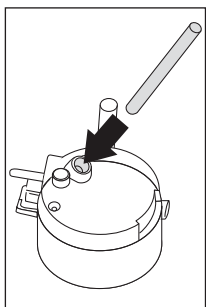

Fig. 31
- S'assurer que le tuyau d'arrivée est correctement inséré dans la rondelle en caoutchouc (Fig. 31) puis replacer le couvercle du récipient à lait.